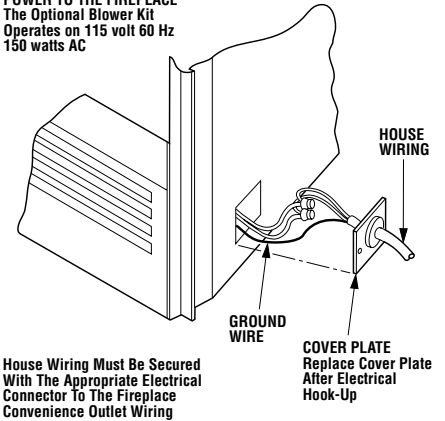

Figure 39
**THE FIREPLACE MUST BE WIRED TO THE HOUSE ELECTRICAL SYSTEM AT THE TIME OF INSTALLATION IN ORDER FOR THE FANS TO OPERATE, (SEE FIGURES 39 AND 40).**